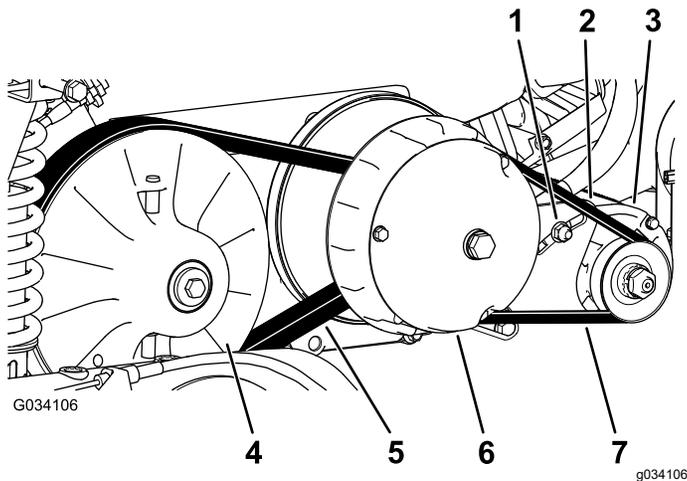

Рисунок 67
6. Проверните и осмотрите ремень (Рисунок 67) на наличие чрезмерного износа или повреждений.
3. Поверните и проложите ремень поверх вторичного сцепления (Рисунок 67).
4. Снимите ремень с главного сцепления (Рисунок 67).
5. Проложите новый ремень поверх главного сцепления (Рисунок 67).
6. Поверните и проложите ремень поверх вторичного сцепления (Рисунок 67).
2. Ослабьте затяжку регулировочной гайки стартера-генератора (Рисунок 67).
4. Нажав на монтировку вниз, поверните стартер вниз в пазу таким образом, чтобы натяжение ремня позволяло отклонять его только на 6 мм при воздействии усилия в 44 Н·м (Рисунок 67).
5. Затяните регулировочную гайку от руки и снимите монтировку (Рисунок 67).